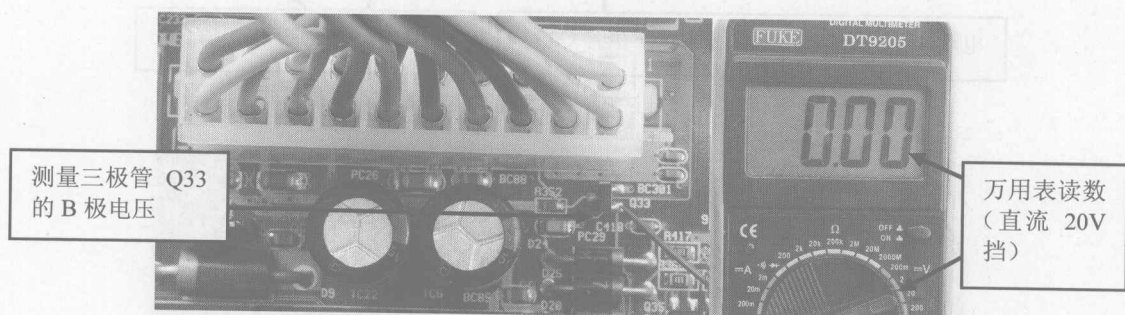
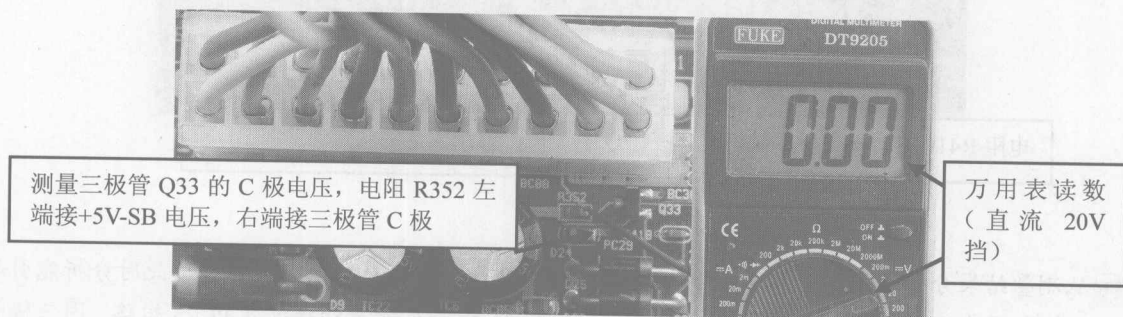

图 1-11
图 1-12
⑥ 测量三极管 Q33 的电压，如图 1-11、图 1-12 所示。